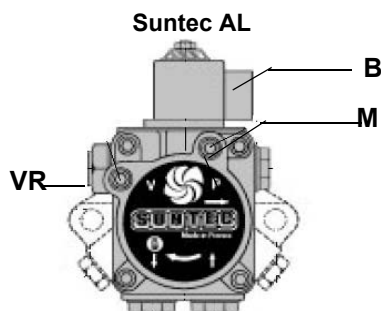

Рис. 15
- 5) выпустить воздух через штуцер манометра **M** насоса, расслабляя слегка заглушку, но не снимая ее (Рис. 15);